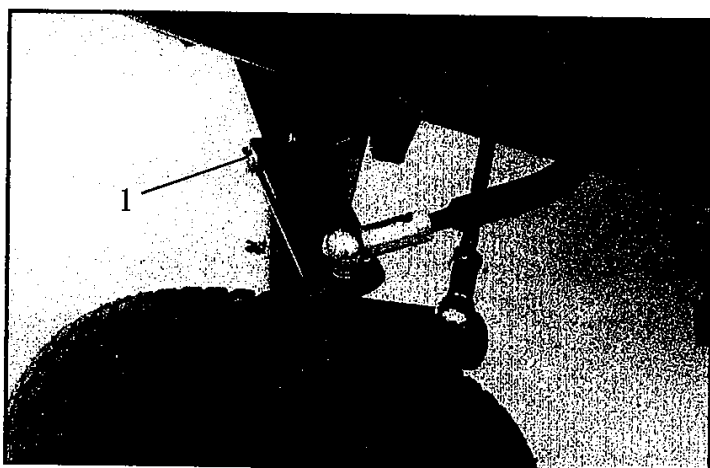

Fig. 28
Après 5 heures de fonctionnement serrez à fond le boulon (1) se trouvant sur le bras du pivot de fusée à gauche (fig. 28).